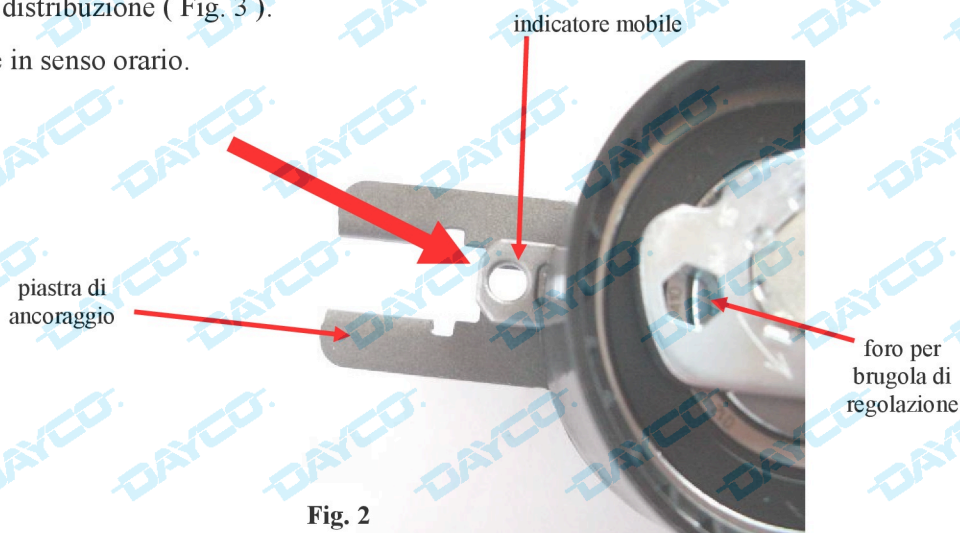

Fig. 2
- Ruotare, con apposita brugola, il tenditore in senso antiorario fino a che l'indicatore mobile si sia posizionato come in Fig. 2.